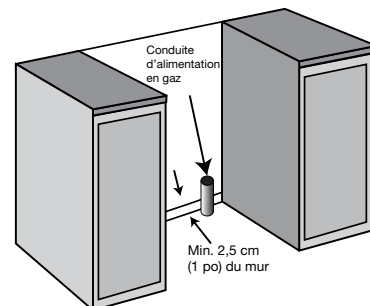

Figure 2
- La sortie d'alimentation en gaz doit être située près de l'ouverture pour cet appareil électroménager et à au moins 2,5 cm (1 po) du mur arrière (voir la figure 2).